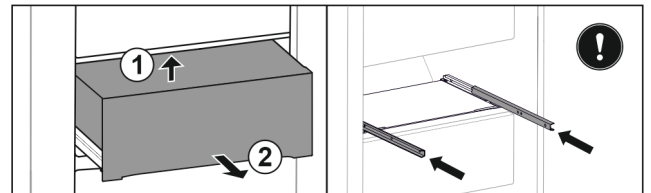

Fig. 54
- ▶ Lade van onderen achter optillen. Fig. 54 (1)
- ▶ Lade naar voren toe verwijderen. Fig. 54 (2)